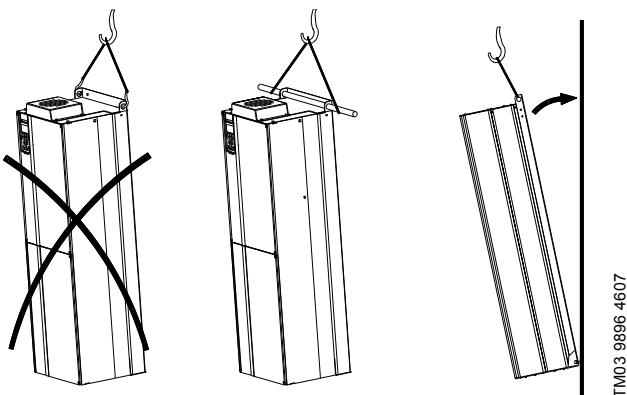

Fig. 1 Anbefalet løftemetode
- Markér monteringshullerne på gulvet. Se fig. 1.